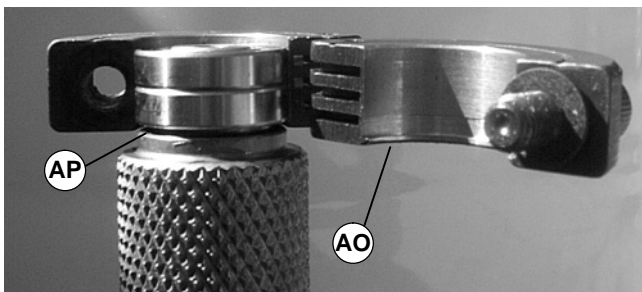

Abbildung 35
1. Das Lagerausbauwerkzeug (Teilnr. 450281) über das Lager legen, wobei sich die Lippe (AO in Abbildung 35) wie gezeigt in der Lagerspalte (AP) befinden sollte.